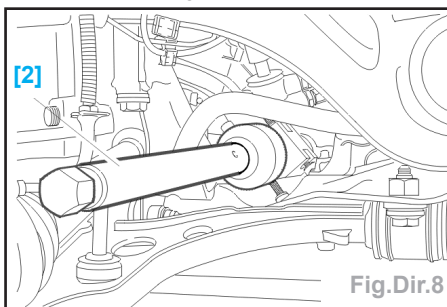

Fig.Dir.8
- Déposer la bielle de connexion à l'aide de l'outil [2] (Fig.Dir.8).